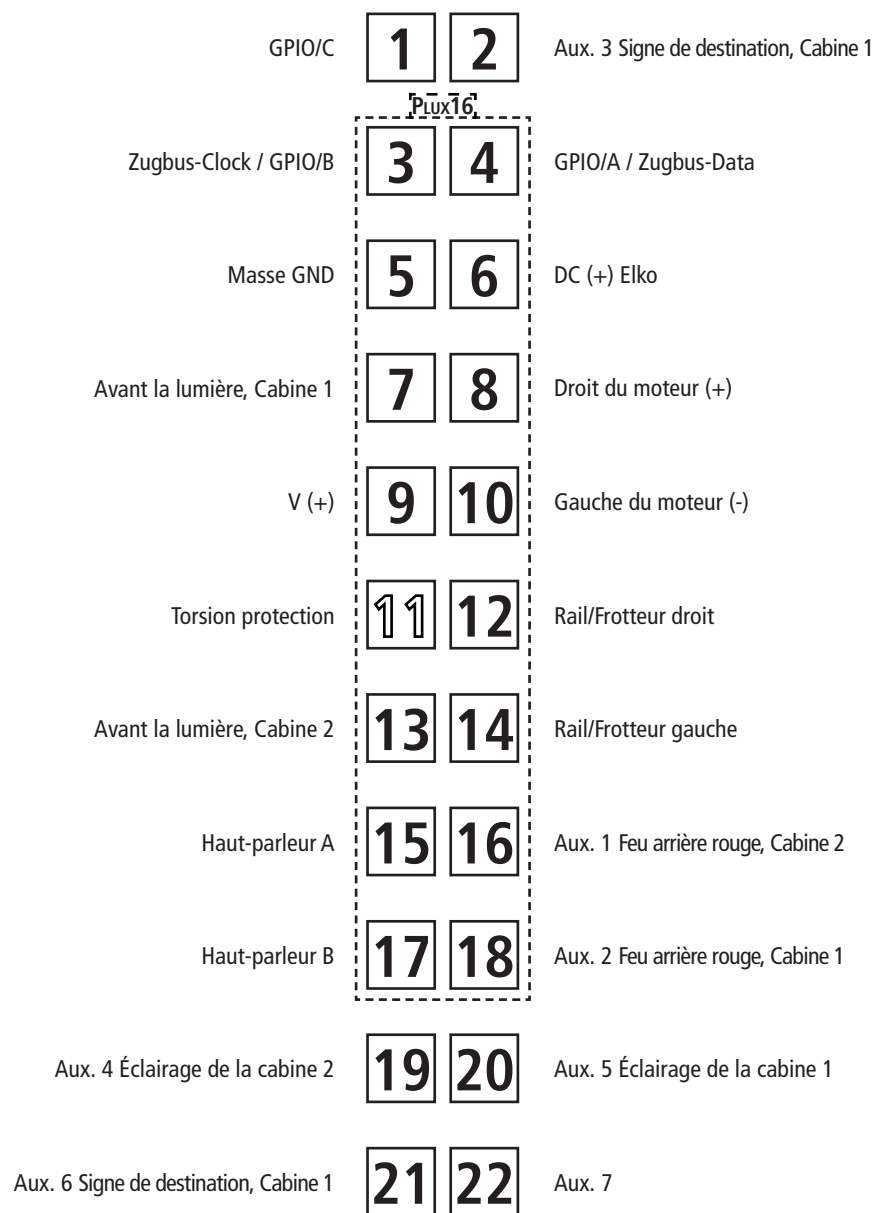

Fig. 5
2. Graissage: N'appliquez **qu'une toute petite goutte** aux endroits indiqués par le plan de graissage (fig. 5) après avoir démonté la caisse de la locomotive (fig. 3). Nous vous recommandons **le graisseur à huile Roco réf. 10906**. Pour graisser les engrenages (roues dentées, vis sans fin) nous vous conseillons la **graisse spéciale Roco réf. 10905** pour engrenages en matières synthétiques. Lorsque vous utilisez cette graisse il faut éviter d'huiler ces composants.